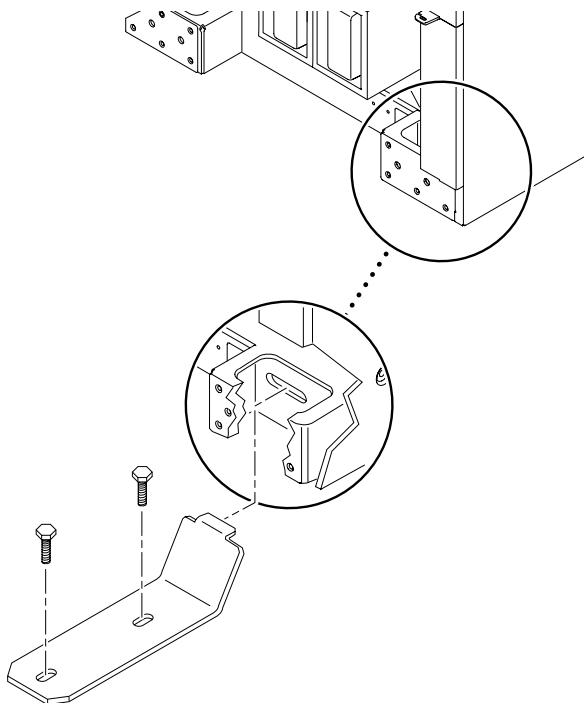

図 2-6 床への Sun Fire 6800 システムの留め具の固定
11. 手順 2 および手順 6 で保管した正面留め具および背面留め具を使用して、システムを設置場所に固定します (図 2-6)。